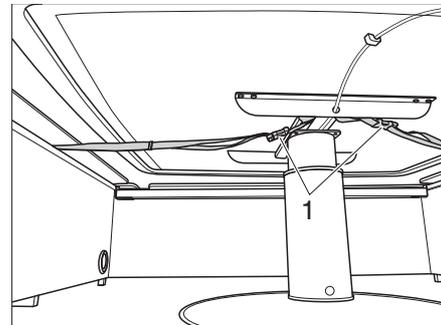

Bild 60 Hubtisch Sicherung mit Gurten
- ▶ Der Hubtisch ist nicht am Boden befestigt. Vor der Fahrt den Hubtisch bis zum unteren Anschlag absenken und mit den Gurten (Bild 60,1) unter den Sitzbänken befestigen.